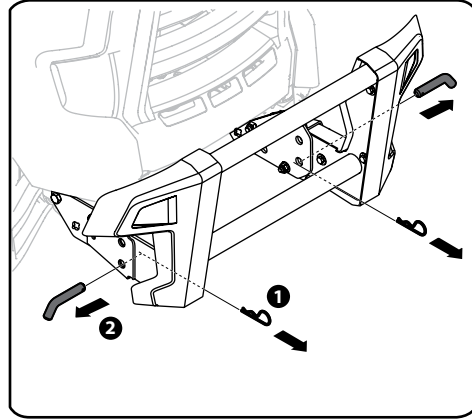

Figura 4-19
1. Extraiga los dos pasadores de chaveta (714-3020), y luego empuje los pasadores (747-06936). Consulte la Figura 4-19.